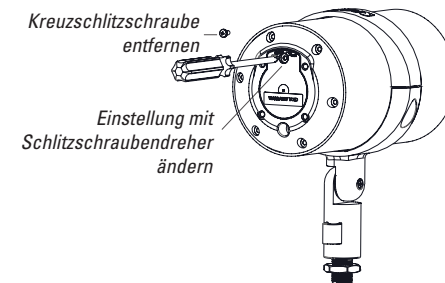

Abbildung 19
3. Der Lautsprecher L41XC wird mit einem Transformator von 60W geliefert und muss auf **BYPASS** zurückgesetzt werden. Die schützende Kreuzschlitzschraube mit einem Kreuzschlitzschraubendreher entfernen, wie in Abbildung 19 dargestellt.